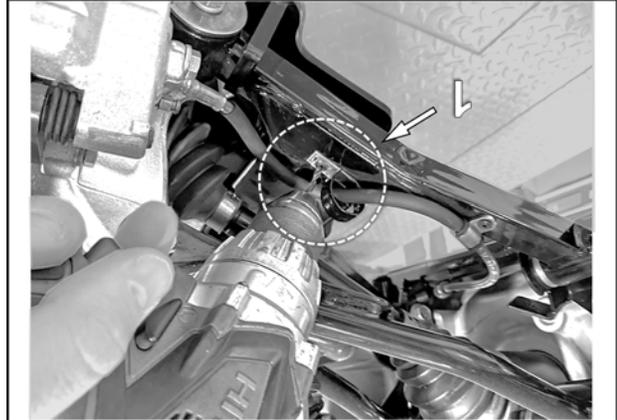

Fig. 8
7. Retirer la bride (1) pour déplacer le boyau de frein et permettre l'installation du couvert (B3). Voir la Fig. 8